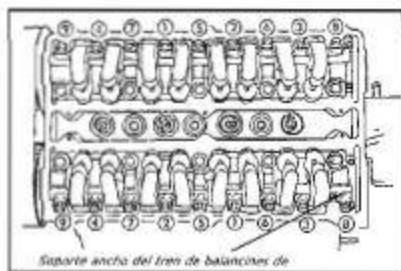

Fig. 7
- 11) Apriete las flechas de balancines a 12 N.m (9 lb.-pie) en la secuencia que se muestra en la (Fig. 7), llevándolos después a 24 N.m (18 Lbs-pie).